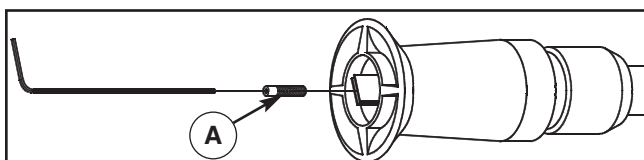

Figura 17 – Remover la boquilla
- Remueva la boquilla del extremo de la extensión de la boquilla. Separe la extensión de la boquilla, de la pistola rociadora. Gire la boquilla en dirección de las agujas del reloj, a la posición "stream" (chorro). Usando un Allen de 2mm (5/64), remueva la boquilla (A) del extremo de la extensión de la boquilla (Figura 17).